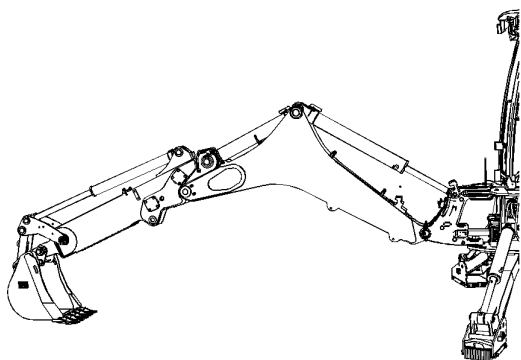

Рисунок 5
2. Установите машину в требуемое положение. См. рисунок 5
4. Используя отверстия доступа (5) , измерьте зазор между верхней поверхностью плоской износной накладки, прикрепленной болтами к внутренней рукояти, и внутренней поверхностью наружной рукояти.
a. Ослабьте затяжку двух болтов (6) , крепящих нижнюю износную накладку.
b. Поверните установочный винт (7) против часовой стрелки на два оборота.
d. Верните машину в положение, показанное на рис. 5 .
f. Если зазор соответствует требованиям, нанесите 154-9731 герметик для резьбовых поверхностей на оба болта (6) .